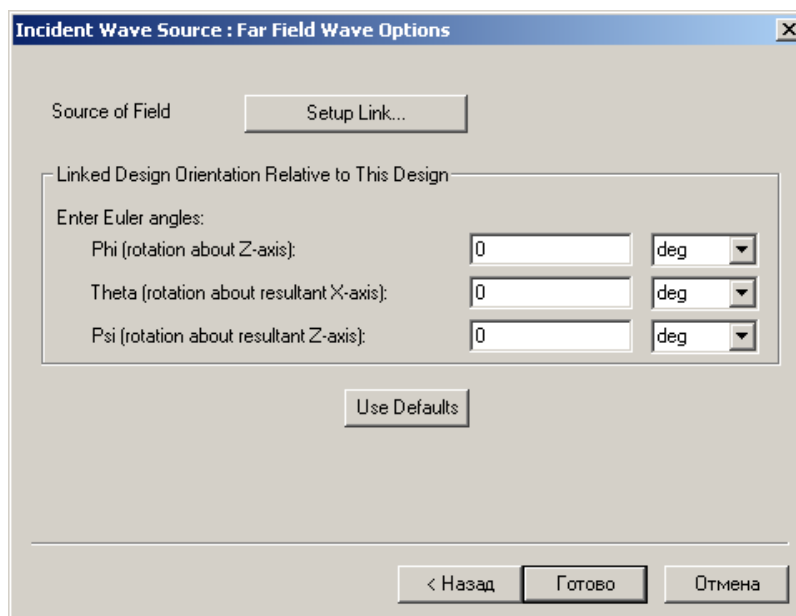

Рис. 5.8. Страница выбора опций связи источника с дальним полем
4. Щелкните **Next**. Появляется страница (рис. 5.8), которая содержит кнопку **Setup Link**, чтобы просмотреть источник поля и связать ориентации исходного и целевого проектов.